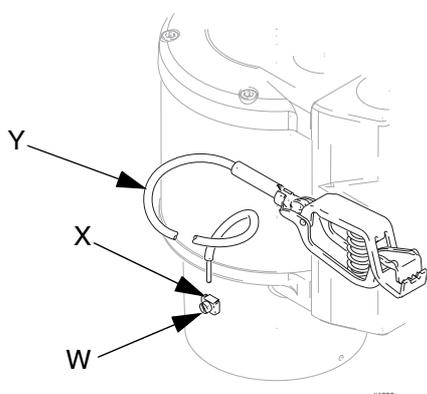

Рис. 1. Провод заземления
1. **Насос:** используйте деталь № 238909 – провод и зажим заземления (входит в комплект поставки). См. Рис. 1. Вставьте один конец провода заземления (Y) в зажим заземления насоса (X) и надежно затяните винт (W). Подсоедините второй конец провода к надежной цепи заземления.